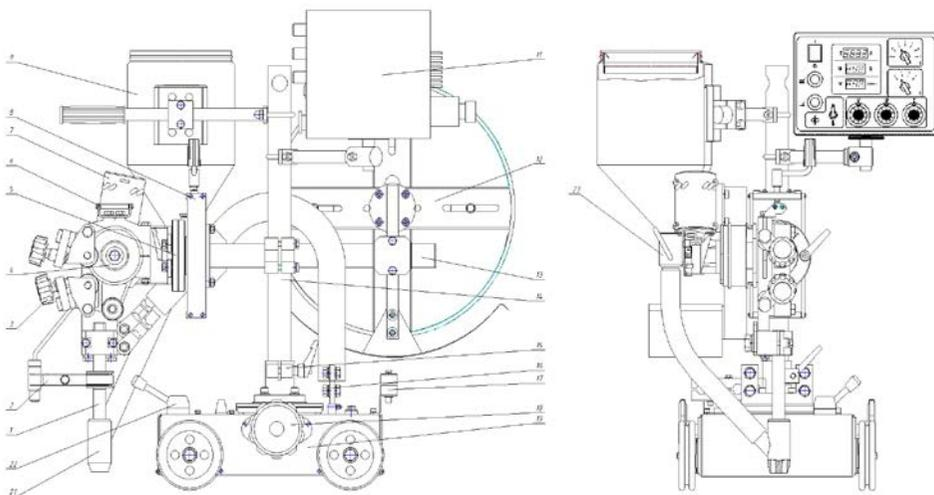
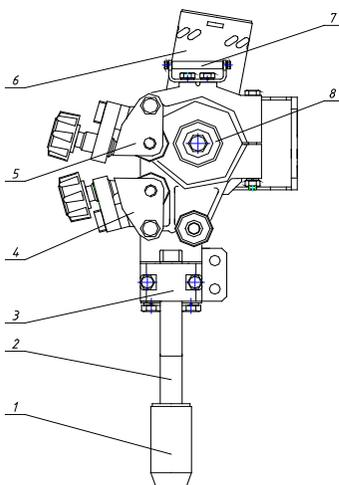
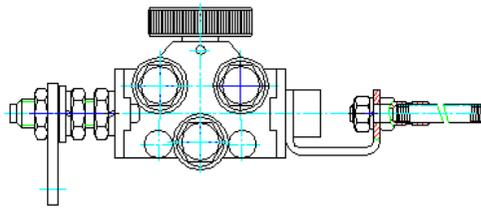

Рис.1 Общий вид трактора сварочного АДФ-1000
Рис. 2
Рис. 3
3.3. Сварочная головка (См. рисунок 2) обеспечивает подачу электродной проволоки и сварочного тока в зону сварки. Сварочная головка имеет:
3.3.2. Величина прогиба проволоки и усилие прижима проволоки к подающему ролику регулируется с помощью маховиков кронштейна с правильным роликом 4 и кронштейна с правильным роликом 5 (См. рисунок 2). Для направления проволоки в канавку подающего ролика 8 на входе правильного устройства установлены направляющие ролики 7
(См. рисунок 2). Подача электродной проволоки при наладке и в процессе сварки осуществляется приводом механизма подачи проволоки 6.
3.3.4. Для сварки электродной проволокой диаметром 2 мм вместо направляющих роликов 7 устанавливается устройство для рихтовки (см. рисунок 3), устанавливается наконечник для проволоки диаметром 2 мм и комплект деталей для направления проволоки до 2 мм. В состав комплекта деталей для направления проволоки входят: гайка, канал и втулка.
3.3.5. Токоподвод состоит из двух секций токоподвода 2 (см. рисунок 2). В зависимости от расположения шва по высоте относительно поверхности, по которой движется тележка, токоподвод можно удлинить при помощи установки дополнительных секций токоподвода.
5.2.2. Проверьте, что подающий ролик 8 (См. рисунок 2), наконечник, направляющие ролики 7 или устройство рихтовки проволоки (См. рисунок 3) соответствует выбранному диаметру проволоки.
Установите устройство рихтовки проволоки (См. рисунок 3), канал в отверстии токоподода, входную втулку закрепите гайкой, наконечник для проволоки 2.0 мм. Установите ролик 8 (См. рисунок 2) для проволоки диаметром 2,0.
Установите наконечник для проволоки 3.0 мм (4.0 мм или 5.0 мм) и направляющие ролики 7 (См. рисунок 2).
5.2.3. Выпрямите 0,5 м проволоки и подайте ее вручную через правильное устройство механизма подачи проволоки 3 (См. рисунок 1), а для проволоки диаметром 2,0 через устройство рихтовки проволоки (См. рисунок 3).
5.2.4. Установите конец проволоки в канавку подающего ролика 8 (См. рисунок 2) и подайте конец проволоки вниз так, чтобы она выходила из канавки наконечника.
Отрегулируйте усилие прижима прижимного ролика 5 (См. рисунок 2) при помощи маховиком упорного винта расположенного на откидной планке.
7.2.6. С помощью устройства рихтовки проволоки (См. рисунок 3) выправите правильным роликом проволоку диаметром 2,0 мм, а проволоку диаметром 3,0-5,0 мм выправите правильным роликом 4 (См. рисунок 2) при помощи маховика так, чтобы при выходе из наконечника, она была прямой.
5.2.12. Расположите флюсовое сопло 1 (см. рисунок 2) над швом так, чтобы подавалось необходимое количество флюса. Флюс должен хорошо укрывать шов, чтобы дуга не пробивалась сквозь него.
5.2.13. Переключите фрикционную муфту с помощью рукоятки 22 (См. рисунок 1) в рабочее положение, повернув рукоятку против часовой стрелки.